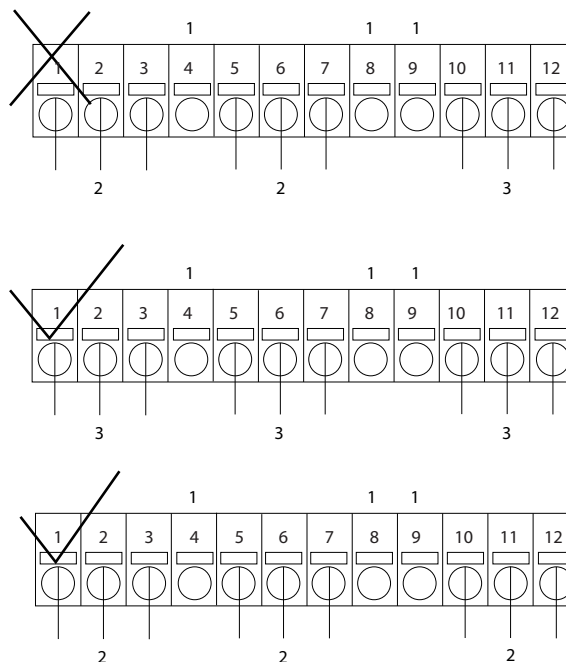

Bild 9.13 Korrekt metod för att installera strömförande delar och styrsignaler
- Blanda inte ihop strömförande delar (högspänning) med styrsignaler (PELV). Se Bild 9.13